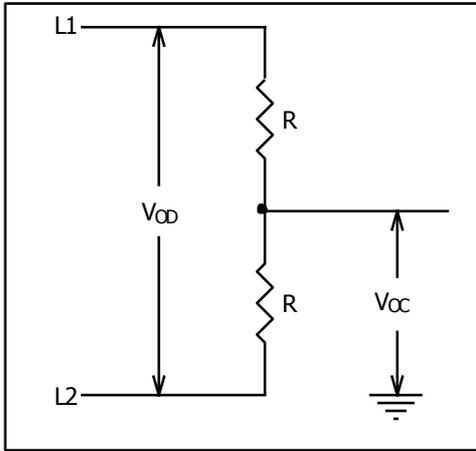

图 1：驱动器直流特性测试负载
| 驱动器差分输出(带负载)         | $V_{OD2}$       | 图 1 , $R=50\Omega$ or $R=27\Omega$                    | 2                       | 3          | -       | V         |         |
(1) 测试线路见图1、2